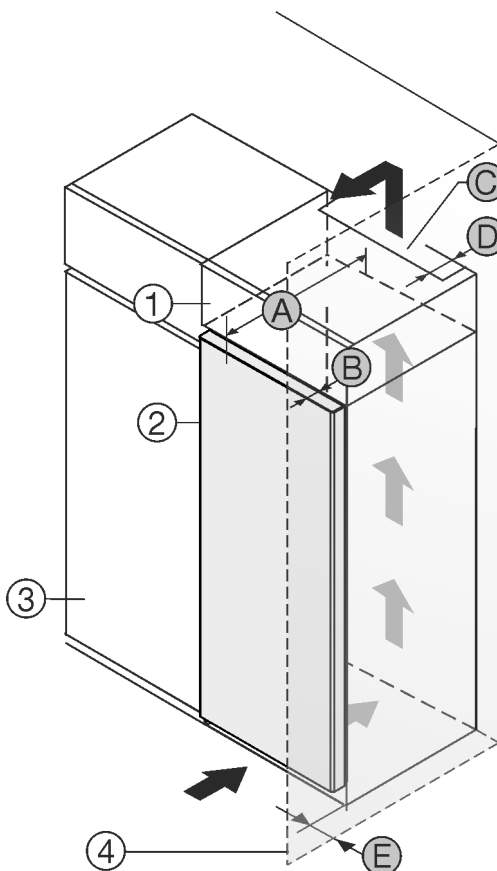

Fig. 1
Urządzenie można ustawić bezpośrednio obok szafki kuchennej Fig. 1 (3).*
Na tylnej ścianie szafki nasadzonej wymagany jest wywiewny kanał wentylacyjny o głębokości Fig. 1 (D) na całej szerokości szafki.*
Pod sufitem pomieszczenia należy zachować przekrój wentylacyjny Fig. 1 (C).*
Jeżeli urządzenie będzie ustawiane z zawiasami do ściany Fig. 1 (4), to pomiędzy urządzeniem i ścianą należy zachować minimalny odstęp, wynoszący 13 mm. *
Jeżeli urządzenie będzie ustawiane z zawiasami do ściany Fig. 1 (4), to pomiędzy urządzeniem i ścianą należy zachować minimalny odstęp, wynoszący 57 mm. Na taką odległość wystaje klamka przy otwartych drzwiach.*